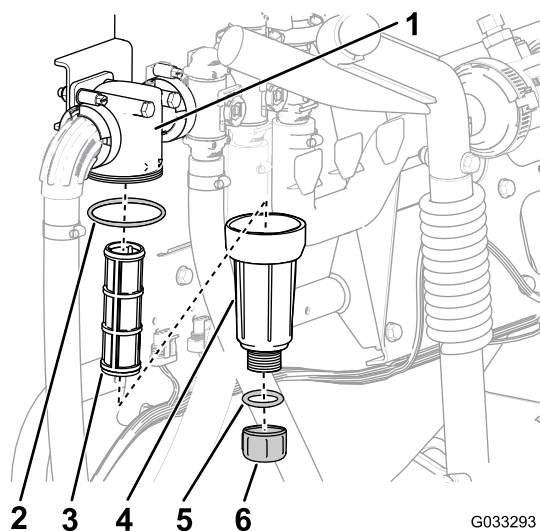

Рисунок 60
- Поместите сливной поддон под фильтр линии нагнетания (Рисунок 60).
- Поверните маслосливную пробку против часовой стрелки и снимите ее со стакана фильтра линии нагнетания (Рисунок 60).
- Поверните стакан против часовой стрелки и снимите его с головки фильтра (Рисунок 60).
- Извлеките старый элемент фильтра линии нагнетания (Рисунок 60).
- Проверьте уплотнительное кольцо маслосливной пробки (расположенное внутри стакана) и уплотнительное кольцо стакана (расположенное внутри головки фильтра) на повреждения и износ (Рисунок 60).
- Вставьте новый элемент фильтра линии нагнетания в головку фильтра (Рисунок 60).
- Установите стакан на головку фильтра и затяните вручную (Рисунок 60).
- Установите пробку в стакан и затяните ее от руки (Рисунок 60).